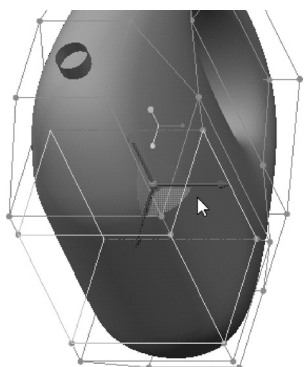
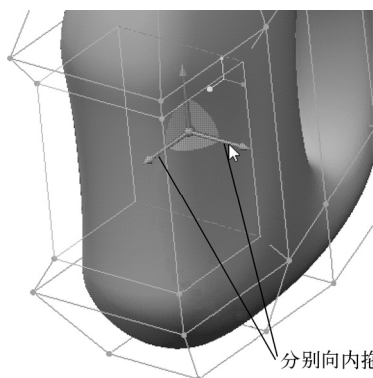

图 7-50 重定位缩放拖动器
图 7-51 向内缩放操作
19) 在功能区的“自由式”选项卡的“操作”组中单击  (比例) 按钮, 接着右击拖动器, 从弹出的快捷菜单中选择“重定位”命令。再单击边界框的合适背面(可以将鼠标指针置于要选择的背面处, 右击检索该指针下的项目, 直到该背面高亮显示时单击它即可选中)以重定位拖动器, 如图 7-50 所示, 然后使用相应轴控制滑块向内缩放这些面, 参考效果如图 7-51 所示。